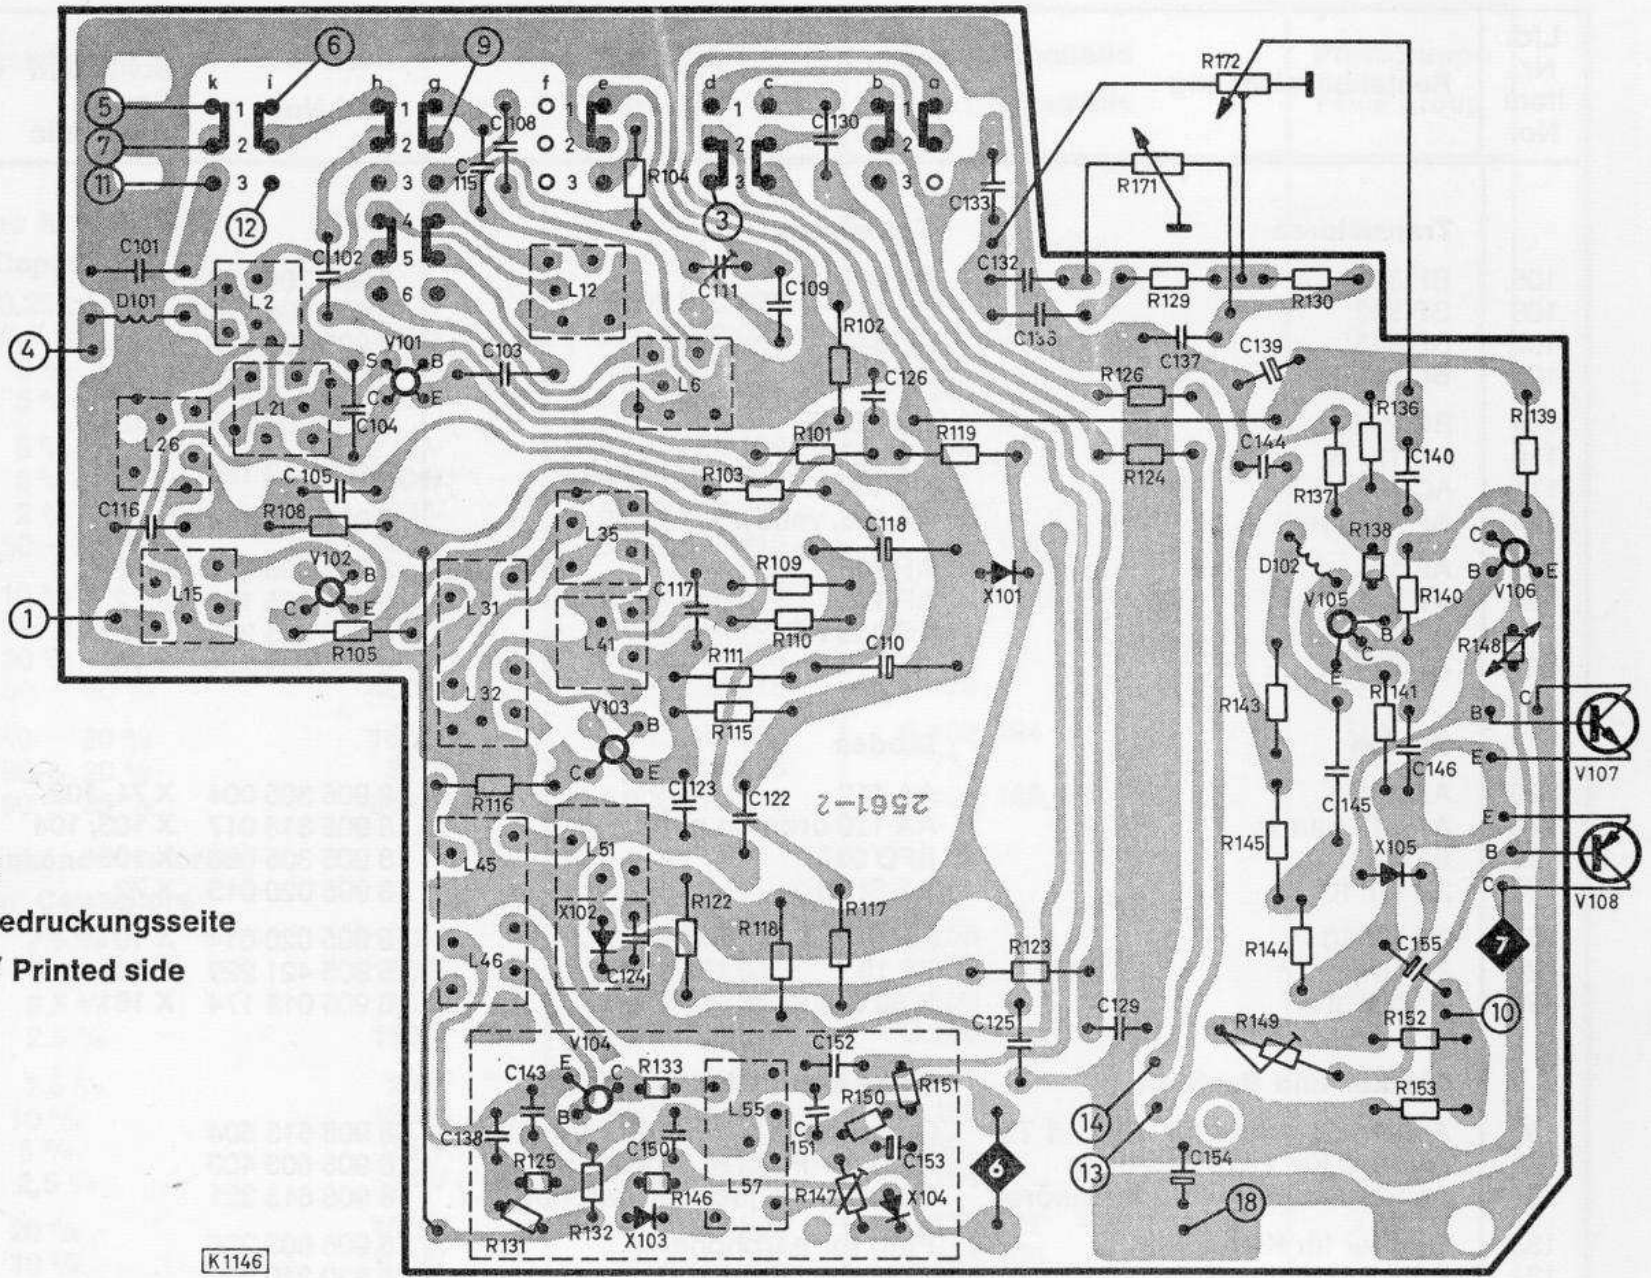

Fig. 3
- 2.3 In die gemeinsame Kollektorleitung beider Endtransistoren (<7> Fig. 3) ein Milliampereometer schalten (Multavi V, Meßbereich 15 mA).
- 3.7 Beim FM-Abgleich ein hochohmiges Voltmeter ($R_i \geq 50 \text{ k}\Omega/\text{V}$) parallel zu C 153 anschließen, <6> Fig. 3.
- 2.3 Connect an ammeter (Multavi V, measuring band 15 mA) to the combined collector lead of both output transistors (<7> fig. 3).
- 3.7 For FM alignment connect VM ($R_i \geq 50 \text{ k}\Omega/\text{V}$) in parallel to C 153 <6> fig. 3.